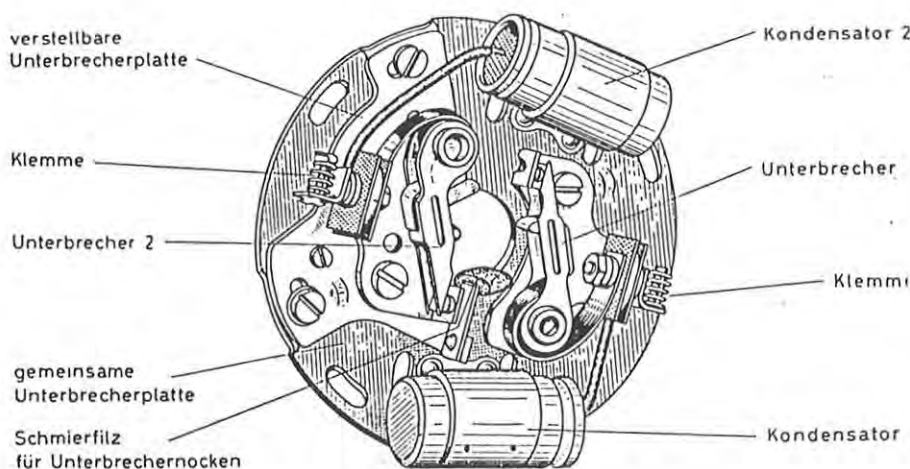

Abb. 382 Zweifach-Zündunterbrecher (Bosch) für Zweizylindermotor
- Abb. 382 Der **Zweifach-Zündunterbrecher** hat kein eigenes Gehäuse. Die Unterbrecherplatte trägt zwei **Unterbrecher** und dementsprechend zwei **Kondensatoren**. Der einhöckerige Unterbrechernocken ist mit einem **Fliehkraftversteller** verbunden und wird mit diesem auf die Antriebswelle aufgesteckt.